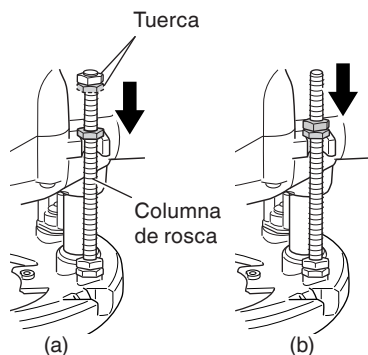

Fig. 6
- ④ Apriete el perno de mariposa. Alinee el indicador de profundidad con la graduación "0" de la escala.
- ⑤ Afloje el perno de mariposa y levántelo hasta que el indicador se alinee con la graduación representando la profundidad de corte deseada. Apriete el perno de mariposa.
- ⑥ Afloje la palanca de cierre y presione el cuerpo de la herramienta hacia abajo hasta que el bloque del dispositivo de ajuste alcance la profundidad de corte deseada.
- (2) Como se muestra en la Fig. 6 (a), aflojando las dos tuercas de la columna roscada y moviéndolos hacia abajo, podrá desplazar hacia abajo la posición del extremo de la broca cuando haya aflojado la palanca inmovilizadora. Esto será muy útil para mover la fresadora vertical a fin de alinear la broca con la posición de corte. Como se muestra en la Fig. 6 (b), apriete la tuercas superiores e inferiores para asegurar la profundidad de corte.